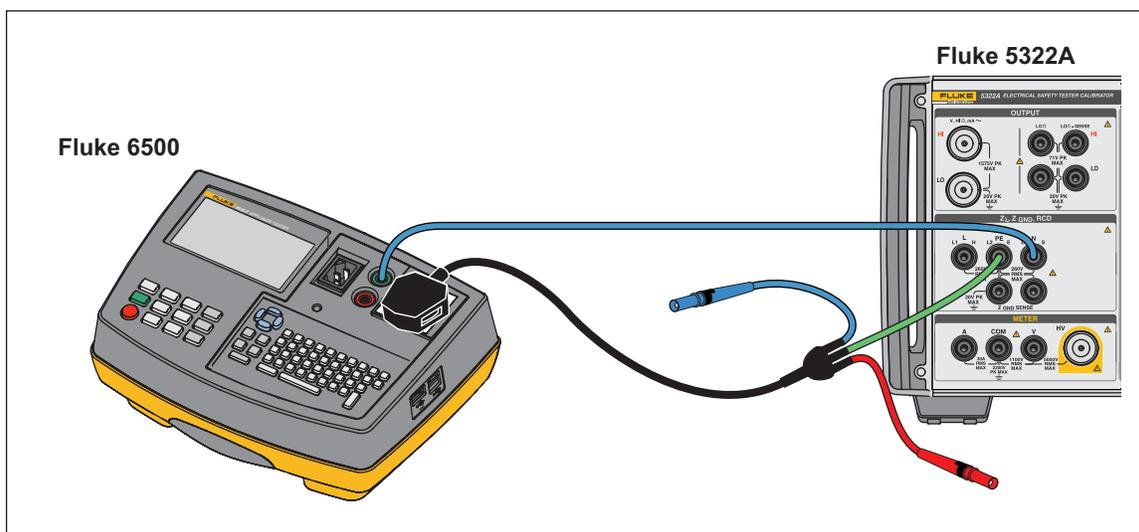

Figure 42. Etalonnage de la résistance de liaison à la terre sur le Fluke 6500 à l'aide de l'adaptateur de câble iep034.eps
2. Connectez l'appareil testé aux bornes Z_{GND}, PE et N du produit comme illustré sur les figures 42 et 43.